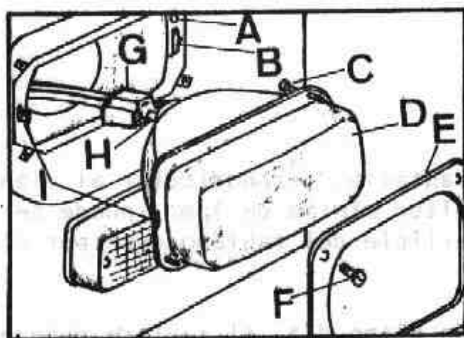

Fig. P-9 Desmontaje del faro delantero
- 5.1. Desmontar el bisel, E (Fig. P-9) aflojando sus tornillos de fijación, F.
- 5.2. Extraer el faro, D (Fig. P-9), liberándolo de sus fijaciones, A, B e I.
- 5.3. Retirar el protector de caucho y la caja de conexiones, G (Fig. P-9) por la parte posterior del faro, D, y extraer la lámpara, H, aflojando previamente las abrazaderas elásticas de retención.
- 6.2. Conectar la caja de conexiones, G (Fig. P-9) a la lámpara, H, y posicionar el protector de caucho.
- 6.3. Montar el faro, D (Fig. P-9) posicionando el pivote, C, en su alojamiento, A, engancho a continuación el muelle, B, en la muesca del faro y fijarlo a continuación en el clip, I.
- 6.4. Montar el bisel, E (Fig. P-9), fijándolo con sus tornillos, F.